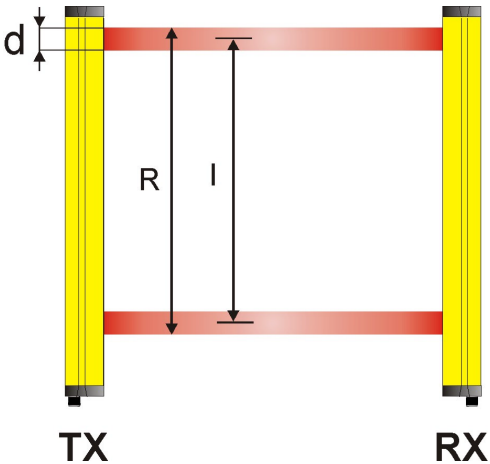

Abb. 2
Abb.2 zeigt zum Beispiel die optische Mittellinie (I) und die Auflösung (R) der für Körperschutzzwecke bestimmten Sicherheitslichtschranken.